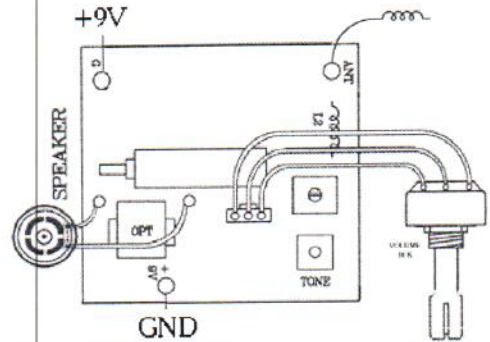

Рис. 3. Схема подключения приемопередатчика
2. Установите все детали согласно рис.3: сначала малагабаритные, а потом все остальные. Намотайте катушку L2 на оправке диаметром около 6-7 мм, количество витков – около 20. Зачистите шкуркой концы выводов катушки от лака и припаяйте катушку.